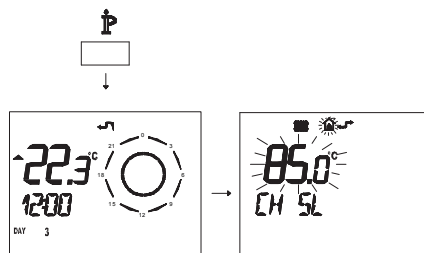

Figura 5.41
- Pulse durante más de 3 segundos el botón para entrar en la modalidad **INFO** (Figura 5.41).